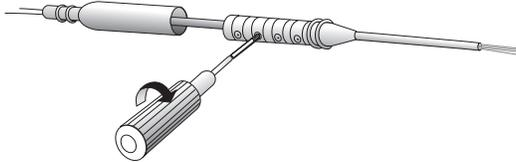

**Figure 20.** Insérer complètement l'électrode dans le connecteur à vis de l'extension.
3. Insérer complètement la partie exposée de l'électrode dans le connecteur à vis de l'extension (Figure 20).